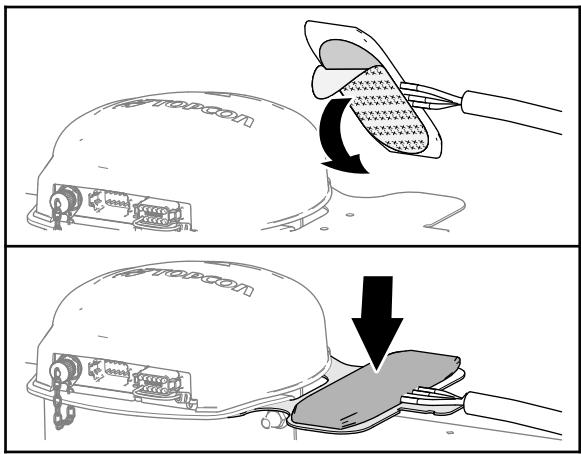

Рисунок 126
2. Снимите защитную пленку с двусторонней облицовки с kleящим покрытием в нижней части антенны модема (Рисунок 126).
3. Прикрепите антенну модема к верхней части ее кронштейна, как показано на Рисунок 126.